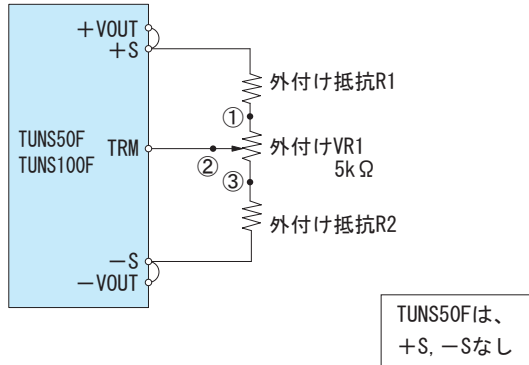

図4.3 外付け部品の接続方法 (TUNS50F/TUNS100F)
- ボリューム (VR1) と抵抗 (R1, R2) を図4.3のように接続することで出力電圧を可変できます。